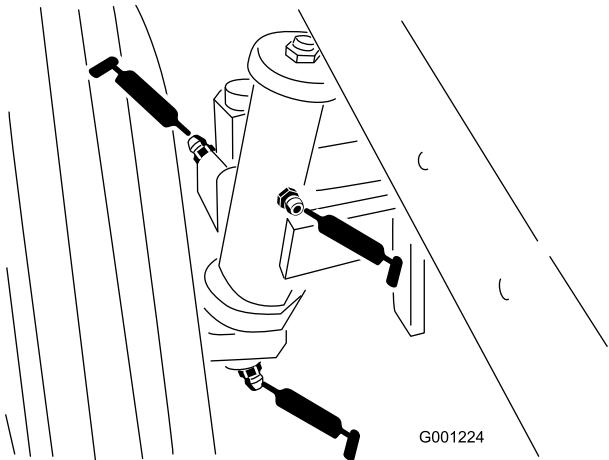

Figura 42
- Casquilhos do eixo da roda traseira (Figura 42)